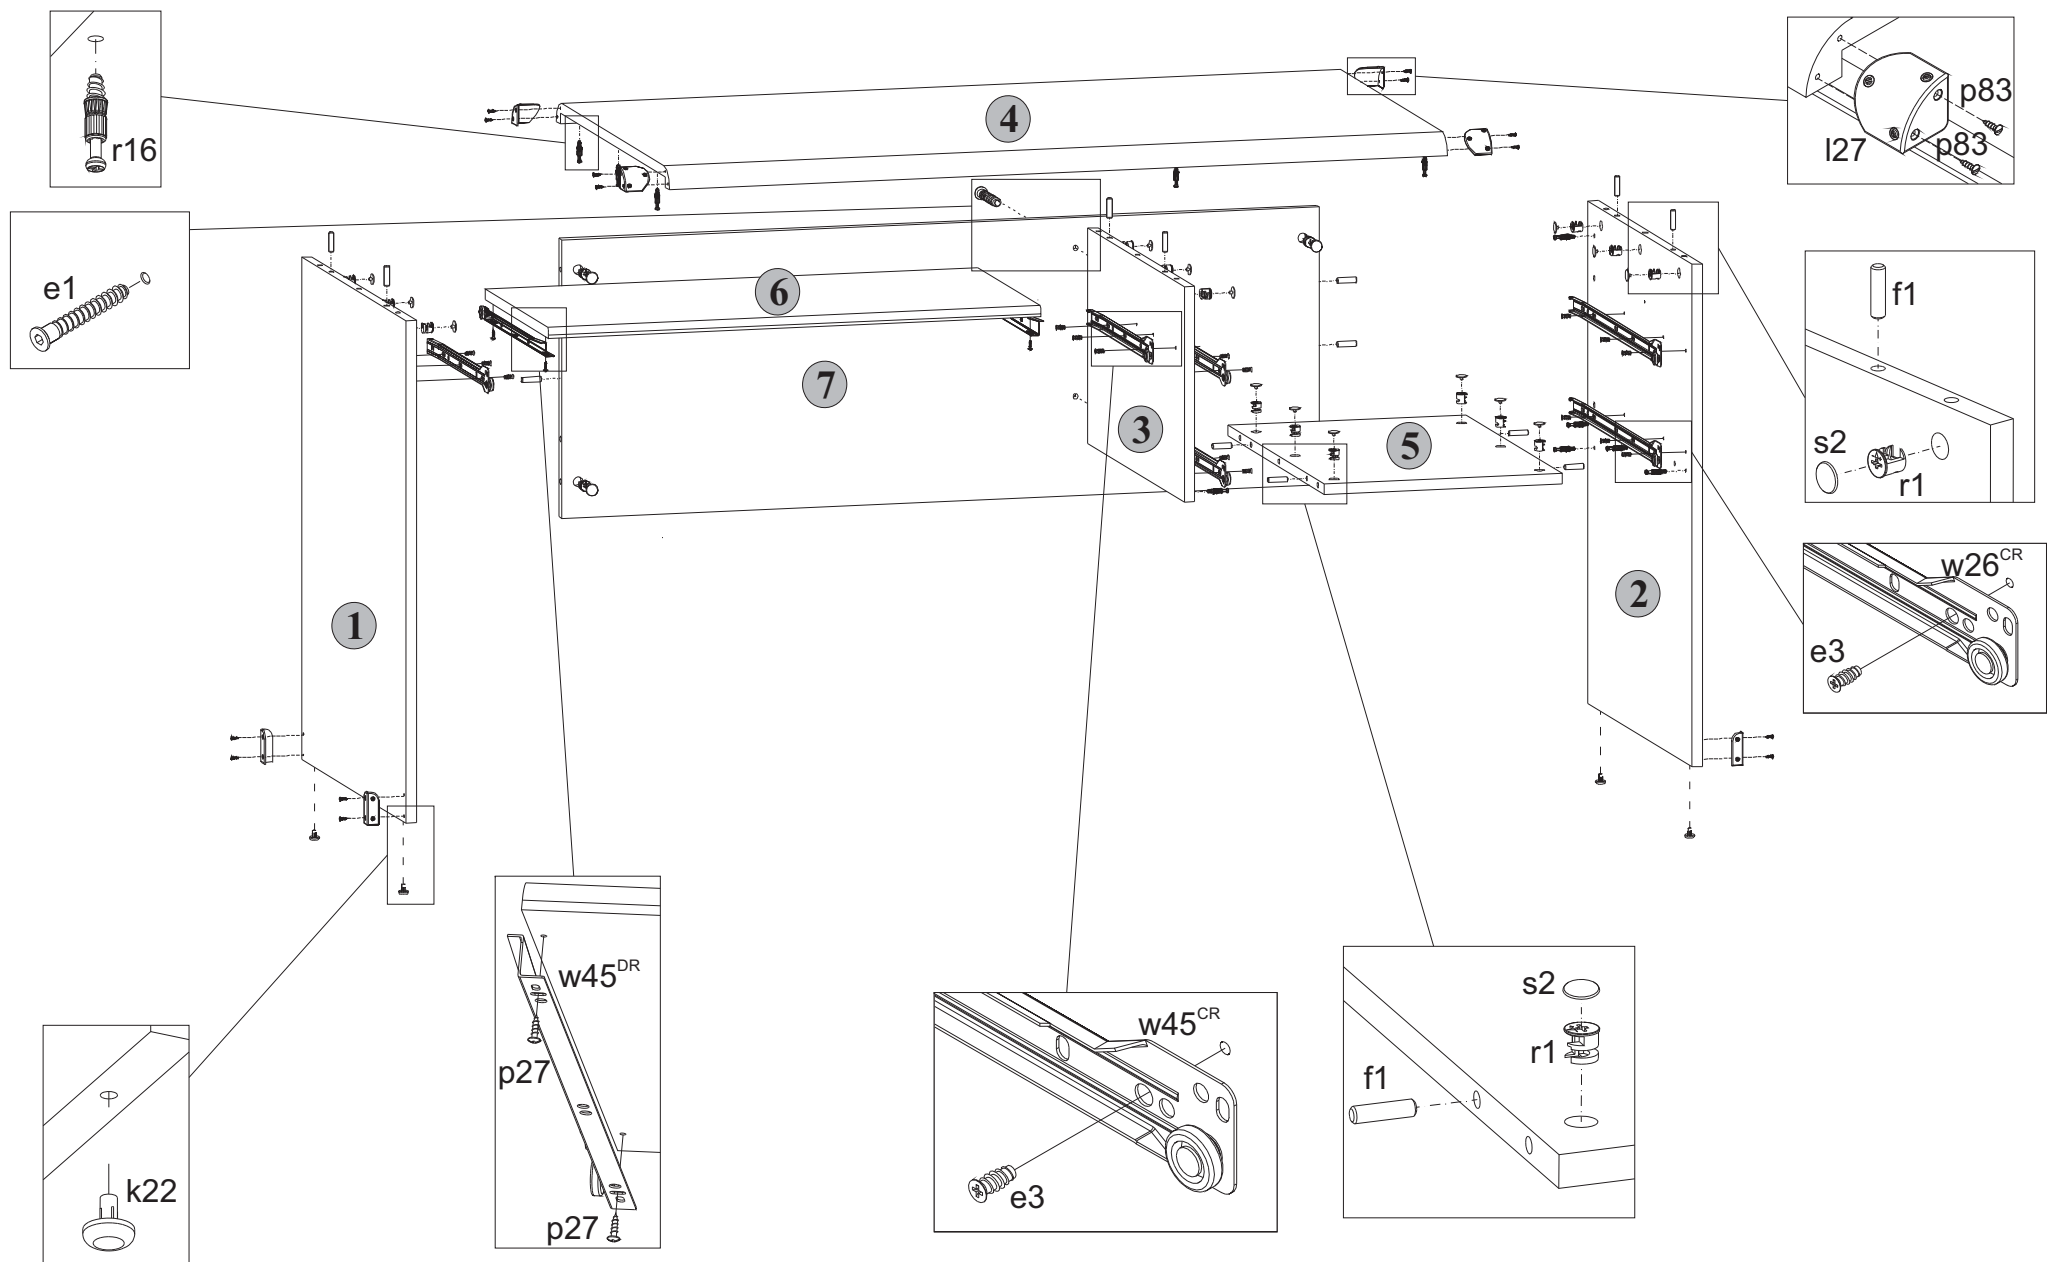

Рис. 2
полимерные **k22** (подпятники) (**см.рис. 2**).
5.10 К шиту **7** присоединить детали **2** и **3**. Стянуть детали **2** и **7** стяжками эксцентриковыми **r1**, пользуясь специальным ключом **z1** из комплекта фурнитуры. Стяжки эксцентриковые закрыть заглушками **s2**. Стянуть детали **3** и **7** еврошурупами **e1**, пользуясь специальным ключом **z1** из комплекта фурнитуры. Закрывать головки еврошурупов заглушками **s1** (**см.рис. 2**).
5.12 К стенкам боковым **1** и **2**, а также к стенке средней **3** присоединить щит верхний **4** и затянуть стяжки эксцентриковые **r1**, пользуясь специальным ключом **z1** из комплекта фурнитуры. Стяжки эксцентриковые закрыть заглушками **s2** (**см.рис. 2**).
5.23 К полке выкатной **6** шурупами **p27** закрепить направляющие **w45^{DL}** и **w45^{DR}**, как показано на **рис. 2**.
5.5 В отверстия диаметром 5 мм на нижней поверхности щита верхнего 4, на правой поверхности стенки средней 3 у нижней кромки и на левой поверхности стенки боковой 2 вкрутить винты стяжки r16, пользуясь крестообразной отверткой (см.рис. 2).
5.6 На правой поверхности стенки боковой 1, на правой поверхности стенки средней 3, на левой поверхности стенки боковой 2, на верхней поверхности полки соединительной 5 и на передней поверхности щита 7 в отверстия диаметром 15 мм вставить стяжки эксцентриковые r1 (см.рис. 2).
5.2 В отверстия диаметром 8 мм на верхних кромках стенок боковых 1 и 2, на верхней кромке стенки средней 3, на боковых кромках щита 7, на боковых кромках полки соединительной 5 вбить деревянные шканты f1 (см.рис. 2).